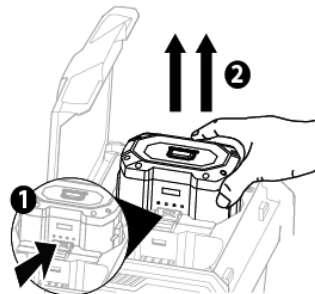

Рис. 10
2. Для отсоединения аккумуляторной батареи нажмите кнопку освобождения аккумулятора, чтобы открыть защелку (1, рис. 10).
3. Извлеките аккумулятор из отсека (2, рис. 10).